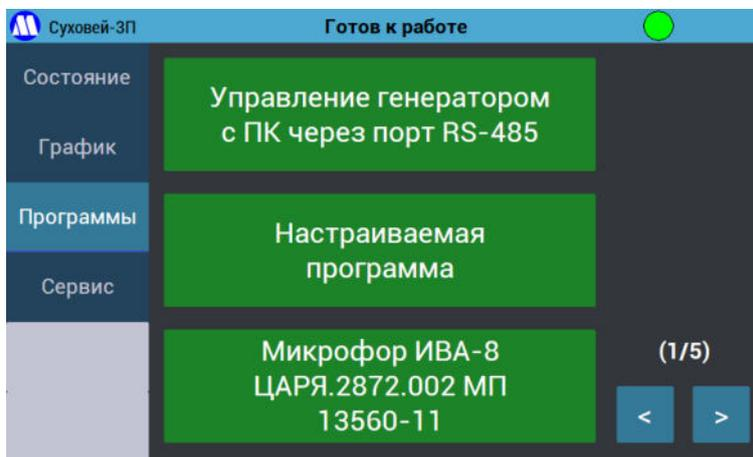

Рисунок 15 – Экран «Программы».
7.2.8. При повторном нажатии на кнопку «Установка» будет показан экран «Программы» (Рисунок 15). Он позволяет производить установку точек в соответствии с указанными на кнопках методиками поверки.